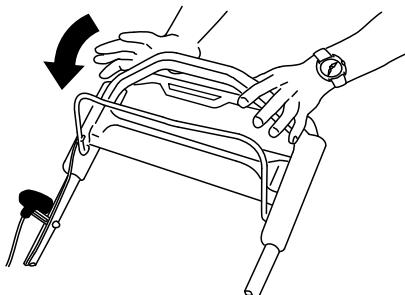

Figura 22
Suelte la barra de control de las cuchillas (Figura 22).
- Si el tapón de descarga trasero no está instalado, sujetelo por el asa, eleve la puerta trasera e introduzcalo en el conducto de descarga trasera hasta que el enganche encaje en su sitio; consulte Figura 22.